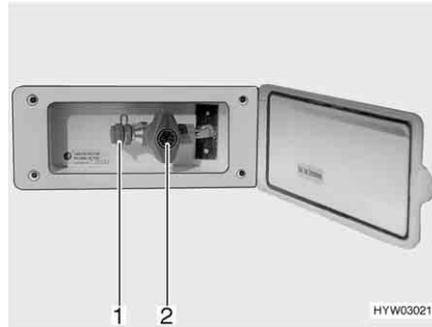

Fig. 83 Toma exterior de gas, válvula de paso de gas cerrada
La toma externa de gas (Fig. 83) está, en función del modelo, en la parte trasera o en el lado izquierdo o derecho del vehículo.
- Conectar el aparato de gas externo en el punto de conexión (Fig. 83,1).
- Abrir la válvula de paso de gas (Fig. 83,2).